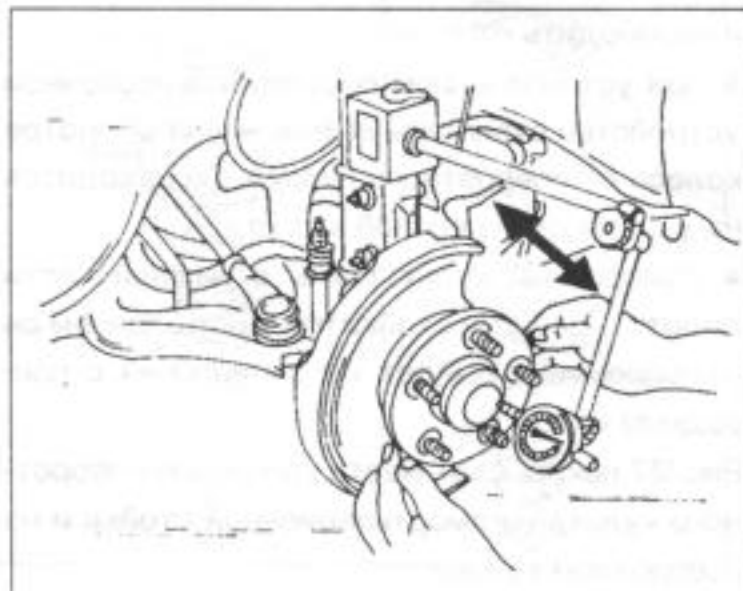

Рис.189.
- Стрелочный индикатор с соответствующей стойкой установить на ступице колеса, как показано на рис.189, и ступицу подвигать взад-вперед. Показанный на приборе зазор не должен быть больше чем 0,2 мм.